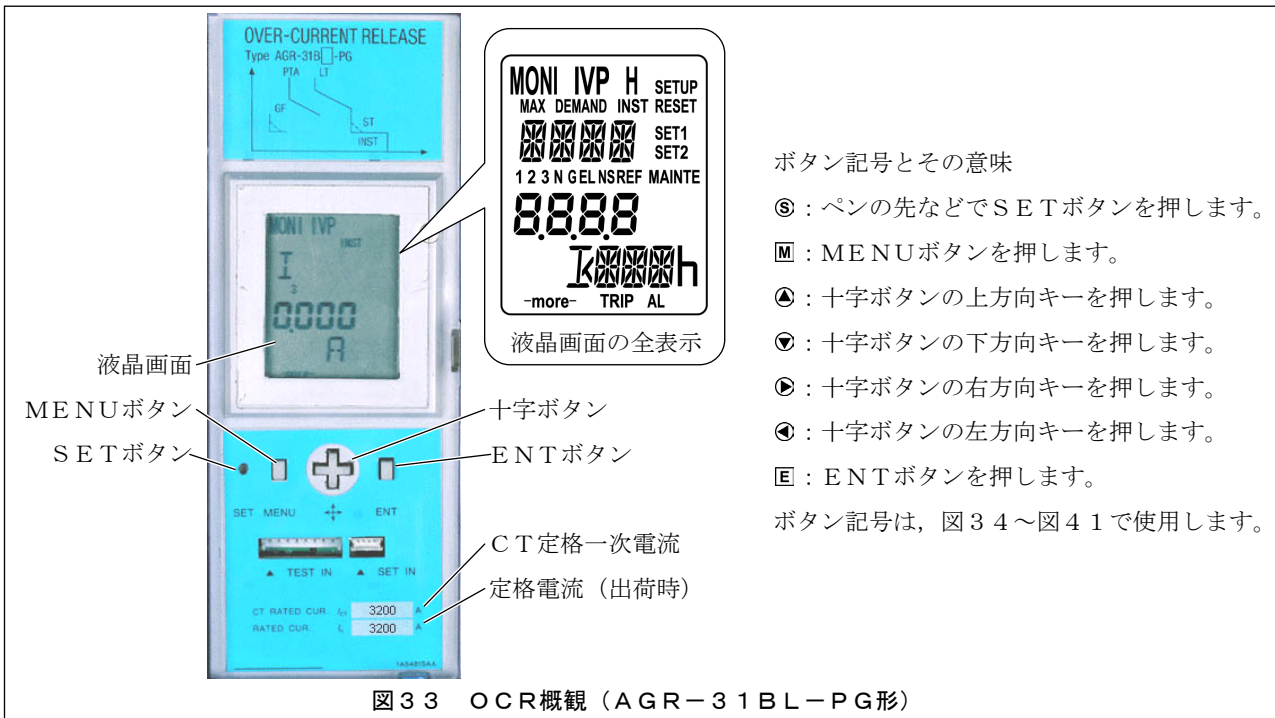

図33 OCR概観 (AGR-31BL-PG形)
- 3) 計測値の表示と特性の設定は、SETボタン、MENUボタン、十字ボタン、ENTボタンの4つのボタンで行います。図33にOCRの概観を示します。